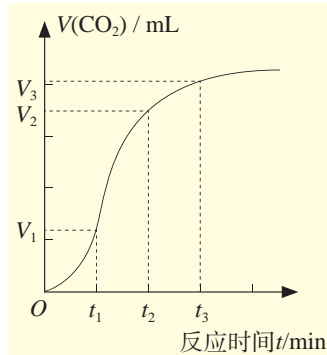

图 6-4 二氧化碳的体积随时间的变化
2. 为了研究碳酸钙与稀盐酸反应的反应速率，某同学通过实验测定反应中生成的  $\text{CO}_2$  气体体积随反应时间变化的情况，绘制出图6-4所示的曲线。已知随着反应的进行，反应体系的温度逐渐升高。请分析讨论以下问题。